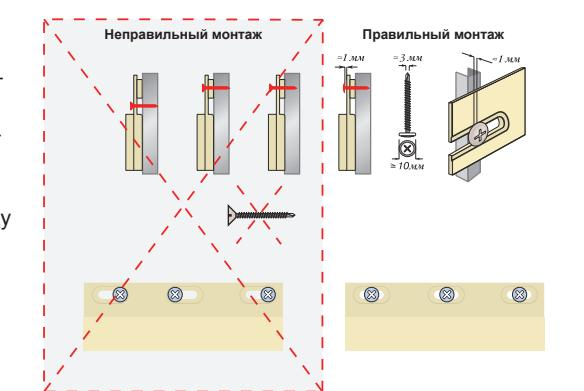

Рис. 2
- Установите нижнюю часть панели на стартовый профиль и закрепите её саморезами в гвоздевых отверстиях, руководствуясь рекомендациями (Рис. 2). Следующая панель устанавливается на стартовый профиль аналогично первой и заводится в первую панель до касания с термо-компенсаторами.
- Закрепите вторую панель на обрешётке, руководствуясь рекомендациями (Рис. 2).
- Закрепите фасадный J-профиль по аналогии с монтажом всех используемых элементов системы (Рис. 2). Для того, чтобы завести панель в универсальный J-профиль, его достаточно отогнуть.